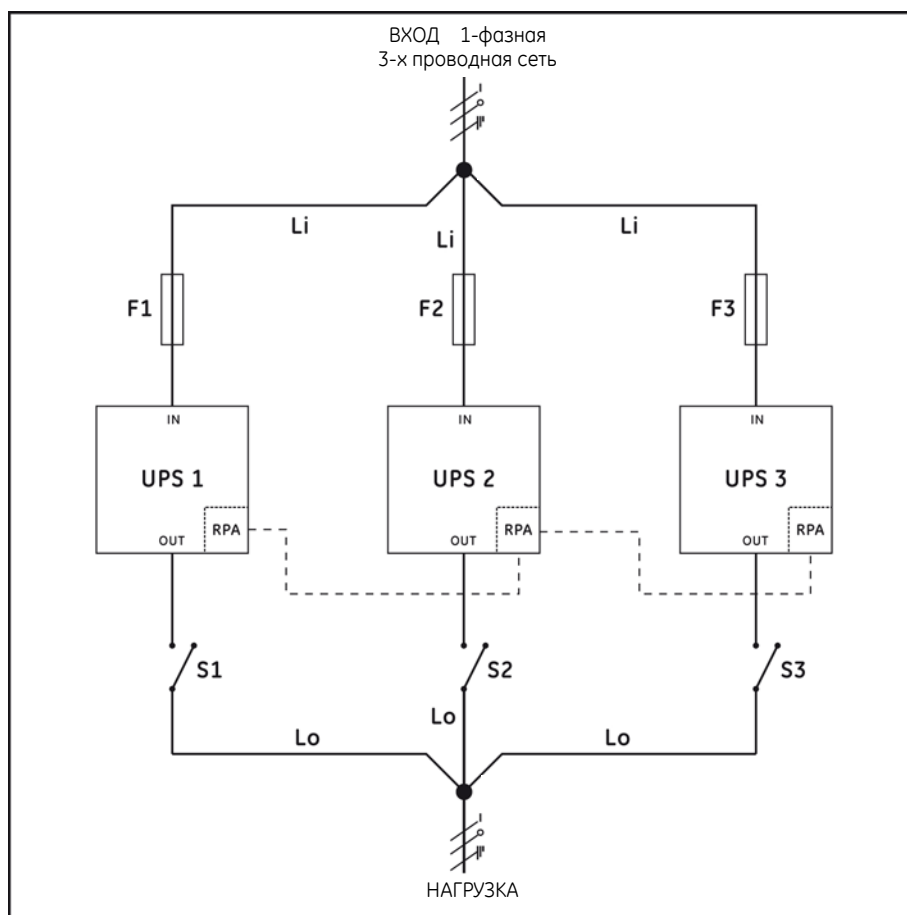

рис. 3.4
2. Выходы всех ИБП должны быть соединены на общую шину нагрузки. Рекомендуется установить размыкатели (S 1,2,3 рис. 3.4) для обеспечения возможности отключения устройства от системы для технического обслуживания.
4. Длина всех входных кабелей от общей шины питания (Li, рис. 3.4) до входов ИБП должна быть одинакова. Аналогичное требование должно выполняться для выходных кабелей – от выходов ИБП до общей шины (Lo, рис. 3.4). Минимальная длина входных и выходных кабелей составляет 3 м.